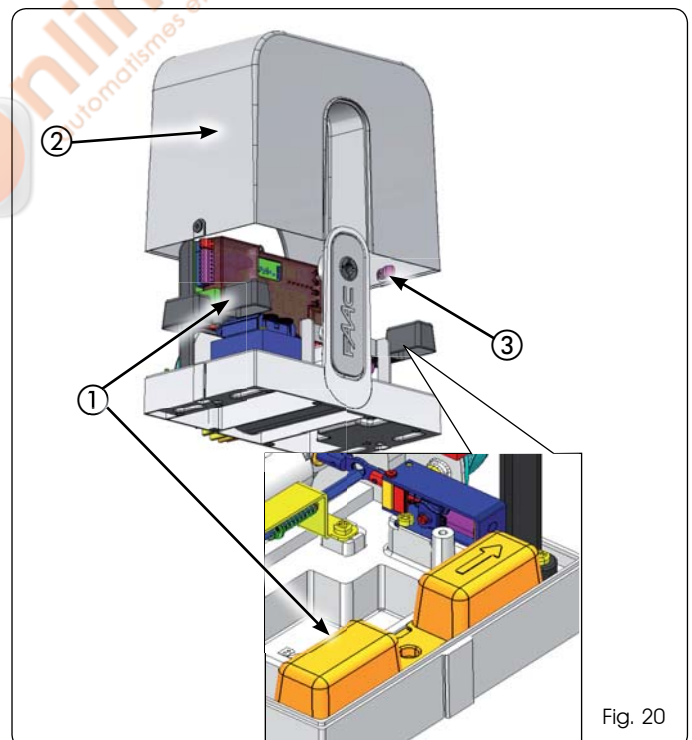

Fig. 20
Insérer par pression les couvercles en plastique des vis de fixation de l'opérateur, en vérifiant que la flèche soit orientée vers le portail (Fig. 20 réf. ①), insérer le carter de couverture (Fig. 20 réf. ②) et tourner les butées latérales ad hoc (Fig. 20 réf. ③).